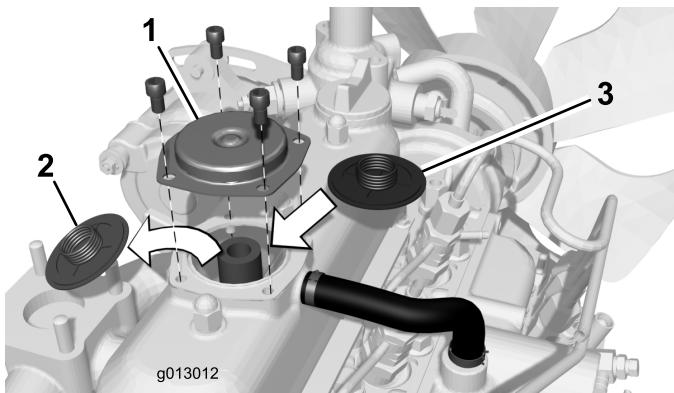
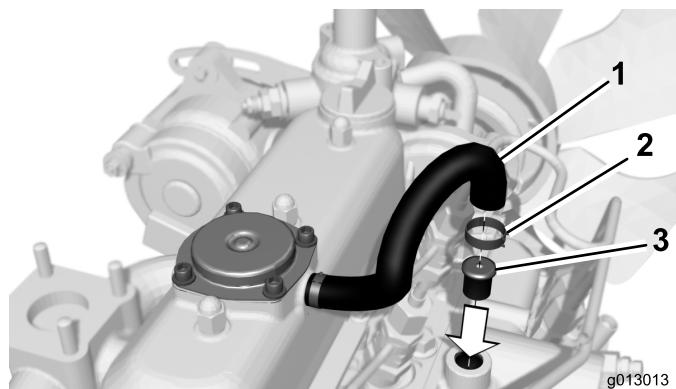

Figure 1
Figure 2
- Nettoyez les débris sur et autour du couvercle de reniflard sur le couvre-culasse (Figure 1).
- Retirez les (4) vis qui fixent le couvercle de reniflard au couvre-culasse (Figure 1). Déposez le couvercle de reniflard.
Important: Pour éviter que des saletés ne pénètrent dans le moteur, éliminez les débris présents sur le reniflard avant de le déposer de l'ouverture dans le couvre-culasse (Figure 1).
- Déposez le reniflard existant de l'ouverture du couvre-culasse (Figure 1).
- Posez le reniflard neuf, reposez le couvercle de reniflard et fixez-le avec les (4) vis retirées précédemment.
- Éliminez les débris éventuellement présents sur et autour du point de raccordement du tube de reniflard au tuyau de reniflard (Figure 2).
- Déposez le collier qui fixe le tube de reniflard au tuyau de reniflard dans le collecteur d'admission (Figure 2). Sortez le tube du tuyau.
- Insérez le nouvel orifice d'admission dans le tuyau de reniflard (Figure 2).